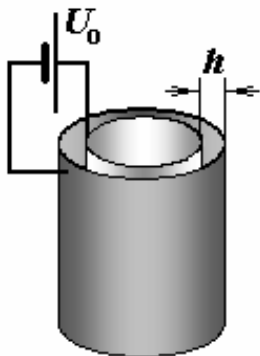

Рис. 5
4.2. *Так как пленка оказалась гибкой и проводящей, то возникла идея использовать ее в качестве обкладки конденсатора, емкость которого зависит от напряжения. Идея этого «изобретения»: деформация пленки внутри конденсатора зависит от приложенного напряжения, при деформации изменяется зазор между обкладками, что приводит к изменению его емкости. Для реализации идеи изготовлен цилиндрический конденсатор (Рис. 5), внутренней обкладкой которого служит исследуемая полимерная трубка, а внешней – металлическая трубка, зазор между обкладками конденсатора при недеформированной полимерной трубке равен $h_0 = 1,00$ мм (можно считать значительно меньшим радиусов обкладок). Обкладки конденсатора подключают к источнику постоянного напряжения U_0 . Длина конденсатора достаточно велика, поэтому краевыми эффектами можно пренебречь. Электрическая постоянная равна $\epsilon_0 = 8,85 \cdot 10^{-12}$ Ф/м.*